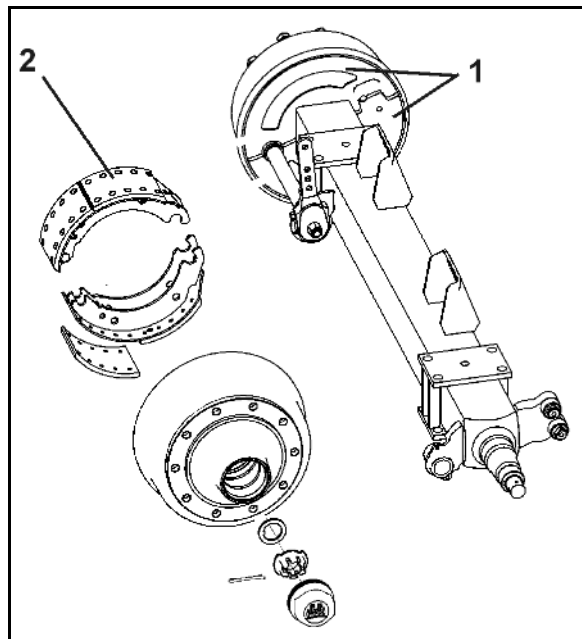

Рис. 52
1. Выверните болты и снимите оба защитных кожуха (Рис. 52/1) с внутренней стороны тормозного барабана.
Грязь может скапливаться на тормозных накладках (Рис. 52/2) и значительно снижать эффективность торможения.